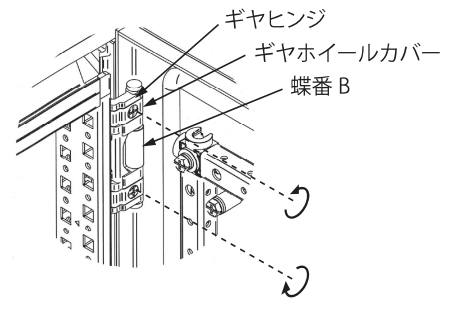

図 12 (取外す場合)
- (2) 扉の開角度を 90°以上開いた状態で、ギヤヒンジのねじ部を図 12 の矢印の方向にドライバーで回し、蝶番ピンのはめ合いを外します。
- (3) 扉の開角度を約 90° に保持したまま扉をギヤヒンジから外します。(図 12)
ギヤヒンジは上記④→③→②→①(製品高さ 1200mm 以下の場合②→①)の順序でねじ部を図 12 の矢印の逆方向に回します。